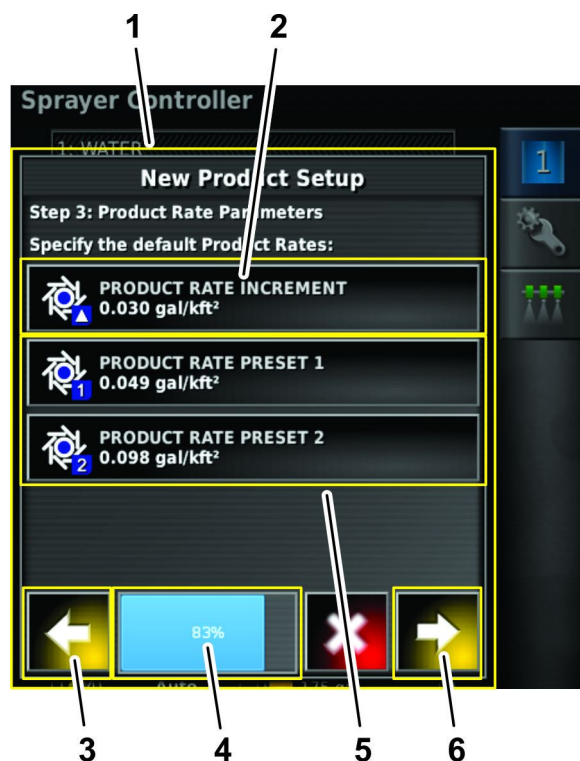

Рисунок 32
- Установите шаг, с которым вы будете увеличивать или уменьшать приращение предустановленных норм внесения материала 1 или 2, нажав для этого значок PRODUCT RATE INCREMENT (ПРИРАЩЕНИЕ НОРМЫ ВНЕСЕНИЯ МАТЕРИАЛА) (Рисунок 32).
- Нажмите на значок PRODUCT RATE PRESET 2 (ПРЕДУСТАНОВЛЕННАЯ НОРМА ВНЕСЕНИЯ МАТЕРИАЛА 1) или PRODUCT RATE PRESET 1 (ПРЕДУСТАНОВЛЕННАЯ НОРМА ВНЕСЕНИЯ МАТЕРИАЛА 1), чтобы настроить предустановленные нормы внесения материала следующим образом (Рисунок 32):